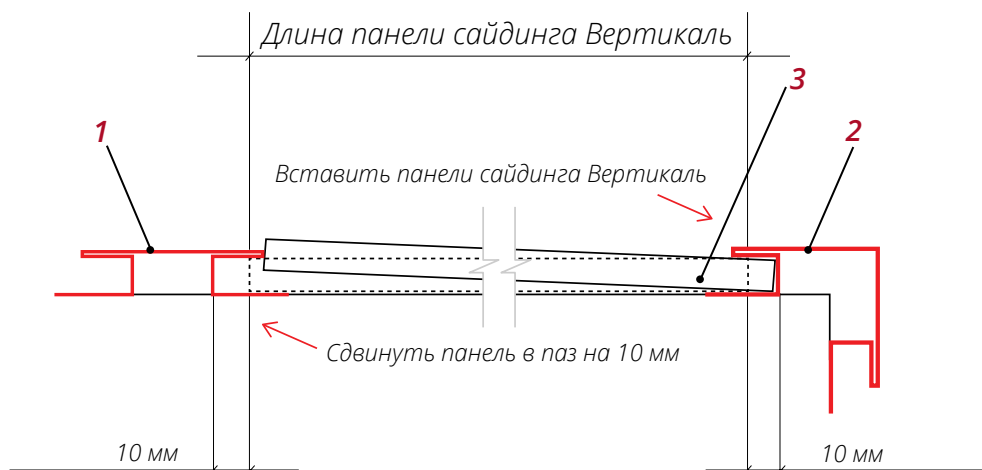

Рис. 3
■ Используя схему со сложными доборными элементами, подготовьте панели таким образом, чтобы, когда один край панели **3** заведен до упора в паз доборного элемента **2**, второй край можно было завести в паз доборного элемента **1** с другой стороны (рис.3).
- Вставьте панель в пазы доборных элементов и выровняйте ее так, чтобы панель входила в пазы на полную его глубину или на 10 мм (рис.3).
- Прижмите панель к обрешетке и закрепите саморезами в гвоздевую полку. Прикручивайте панель от центра к краям. Не крепите сайдинг слишком плотно. Оставьте расстояние примерно 0,8-1 мм между нижним краем шляпки самореза и панелью, так чтобы она имела свободный ход по горизонтали (рис.3).
- Подготовку и монтаж финишной панели **3** (рис.3) проводите так, как описано для вертикального монтажа.